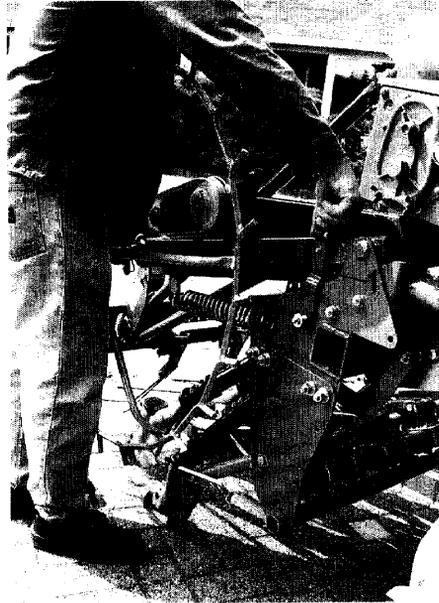

Fig.55
2. Maintenir d'une main l'entraînement oscillant, tirer avec l'autre le levier (fig. 55/1) et abaisser la roue d'appui en position de travail.
Relever l'entraînement oscillant et le bloquer au moyen du levier (fig. 55/1).